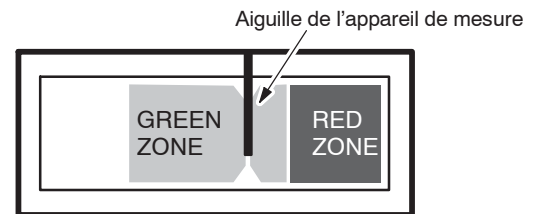

FIG. 12
4. Réglez l'appareil de mesure de la pression du patin dans la zone verte. Appuyez sur le bouton de réglage de la pression du patin pour réduire ou augmenter la pression. Pour obtenir un résultat optimal, réglez l'aiguille de la manière illustrée (Figure 12).